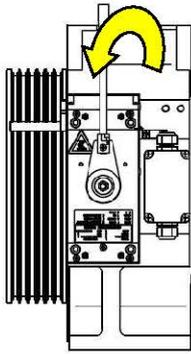

图 8-1-1 松闸手柄链接示意图
- 2) 按照（图 8-1-1）方法分别与左右制动器链接；向左或向右旋转松闸手柄（8-1-2），即可将制动器打开。